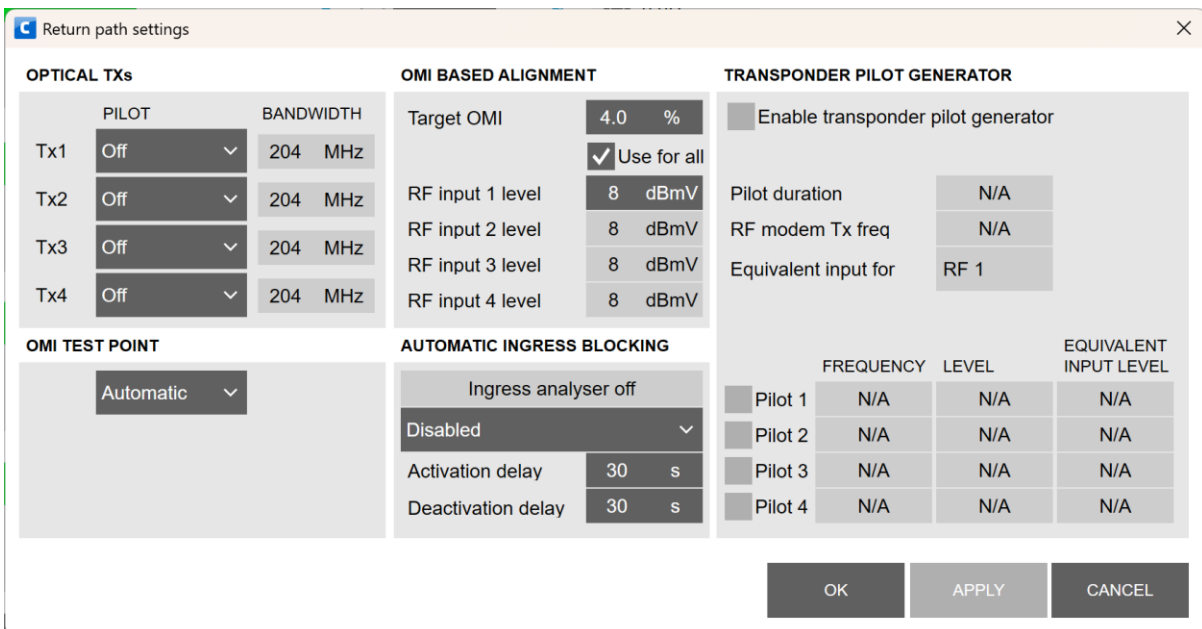

Fig. 12 (voorbeeld)
- Verlaat scherm met **OK**. (Fig. 12)
- Het upstream ingangsniveau bedraagt 8 dBmV per poort. Intern wordt dit niveau teruggebracht naar -3dBmV direct aan de zender (-8dBmV aan het OMI testpunt). Dit komt overeen met een demping van +8dB naar -3dB = **-11dB** per poort in het demping dB 'control veld' **AV** in fig 12.
- Stel deze waarde in door op **Start Return Path alignment** te drukken, hierdoor wordt de waarden die in fig 12 zijn ingesteld automatisch goedgezet op **-11dB**